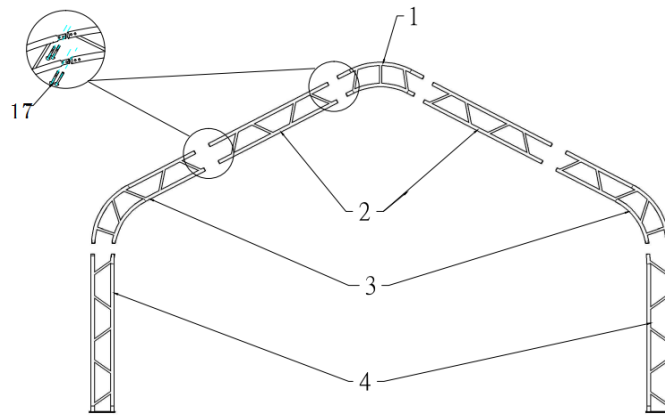

Bild 5
5. I bild 5 monteras takets böjda rör (1), sidoväggens böjda rör (2), axelrör (3) och vertikalt rör (4) med M8x60-bultar (17). Placera bågen i röret med en vinsch. Fäst vågarna en åt gången (bild 5).